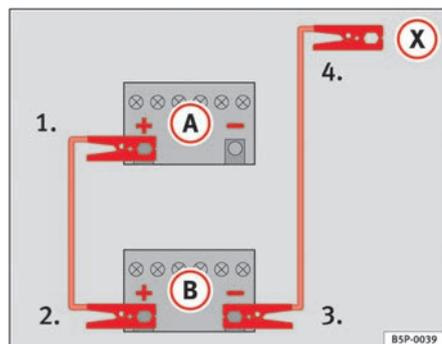

Fig. 180 Schéma de branchement des câbles de démarrage
Sur la ⇒ fig. 180, la batterie déchargée est repérée par la lettre **A** et la batterie fournissant le courant par la lettre **B**.
1. Raccordez une extrémité du câble de démarrage ⇒ fig. 180 rouge à la borne positive (+) du véhicule dont la batterie est déchargée ⇒ ⚠.
4. Sur le véhicule dont la batterie est déchargée, raccordez l'autre extrémité du câble de démarrage noir (X) à une pièce métallique massive fermement vissée sur le bloc-moteur ou au bloc-moteur lui-même, mais pas à proximité de la batterie ⇒ ⚠.